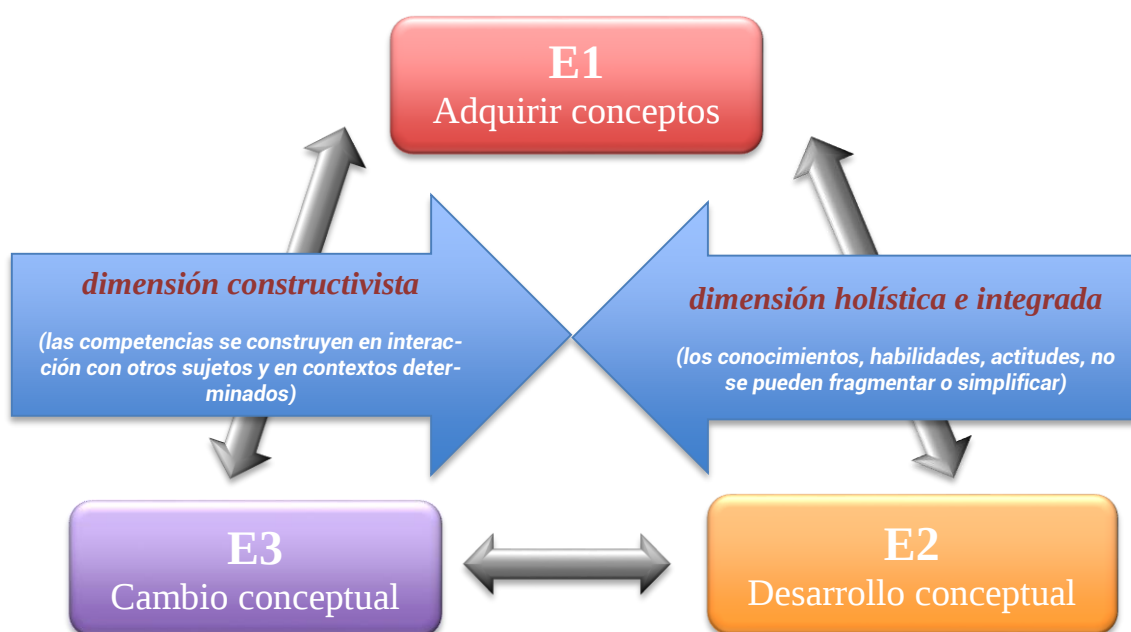

Figura 6. Estrategias de enfoque de enseñanza y
*“Un enfoque de aprendizaje es la ruta preferente que sigue un individuo en el momento de enfrentar una demanda académica en el ámbito educativo; está mediado por la motivación del sujeto que aprende y por las estrategias usadas.”*²¹ En cambio, desde el punto de vista del docente, el **enfoque de enseñanza** se caracteriza por las intenciones y estrategias (Figura 6) empleadas para el desarrollo de los temas de la asignatura. Materiales Metálicos se imparte siguiendo tres enfoques combinados (Soler, Cárdenas y Hernández-Pina, 2018):